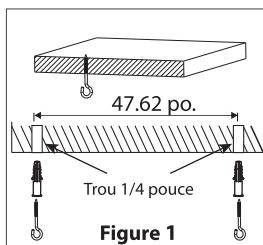

Figure 1
1. Installez les crochets à vis fournis directement au plafond. L'espacement entre les vis doit être de 47,62 pouces (voir figure A). Pour les plafonds / cloisons sèches en béton, des ancrages muraux sont nécessaires. Percez deux trous (utilisez une mèche de 1/4 de pouce) pour les ancrages muraux fournis, puis utilisez les crochets à vis fournis (voir la figure 1).